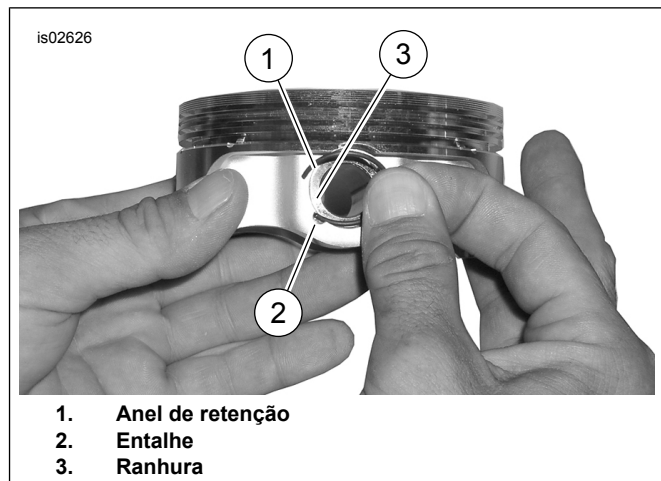

Figura 3. Anel de retenção e pistão
1. Veja Figura 3. Introduza a extremidade aberta do anel de retenção (1) no entalhe (2) da ranhura (3) ao redor do ressalto do pino do pistão para que a folga fique na posição para cima ou para baixo quando instalado.